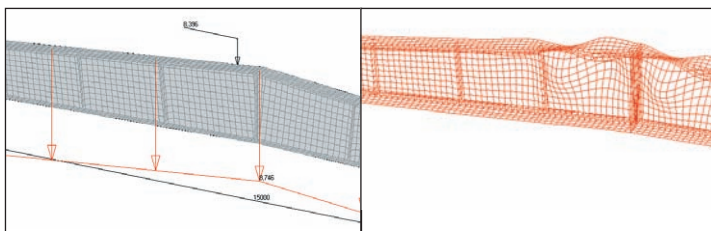
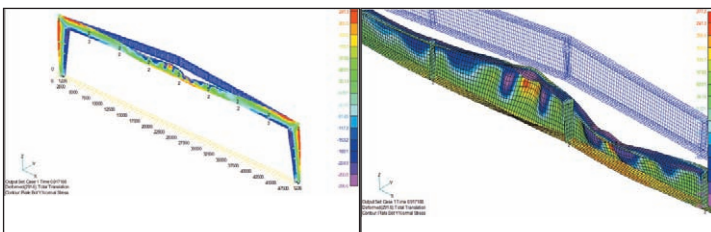

Рис. 12. Модель из оболочечных элементов, созданная автоматически в Гепард-А (слева), и первая форма потери устойчивости стенки в SCAD (справа)
Рис. 13. Потеря несущей способности рамы в программе Nastran
- При необходимости средствами Гепард-А автоматически генерируется оболочечная модель, затем она экспортируется в SCAD или Nastran, где выполняется дополнительный анализ. В частности, достаточно эффективно в SCAD можно осуществить анализ местной устойчивости стенки переменного сечения, точный расчет которой по действующим нормам не представляется возможным. На рис. 12 показаны созданная в Гепард-А оболочечная модель — слева, а справа — форма потери устойчивости стенки в SCAD. На рис. 13 представлена потеря несущей способности рамы, выполненная в программе Nastran по технологии нелинейного деформационного анализа с учетом геометрической и физической нелинейности на основе диаграмм работы стали (оболочечная модель экспортировалась из программы Гепард-А). Нужно отметить, что нелинейный деформационный анализ позволяет получить фактическую оценку несущей способности стальной конструкции на основе оболочечной модели, что в будущем даст возможность отказаться от иногда запутанных нормативных проверок, основанных на стержневых моделях.